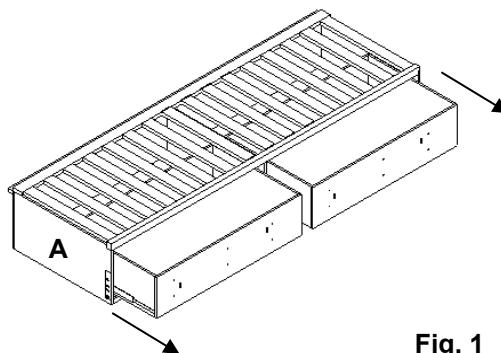

Fig. 1
35. Para poder ensamblar la cama con una cabecera y un pie de cama, tendrá que extraer los cajones de la estructura de almacenamiento lateral (A). Tirar de los cajones hacia afuera hasta que se detengan. Ver **Fig. 1**.